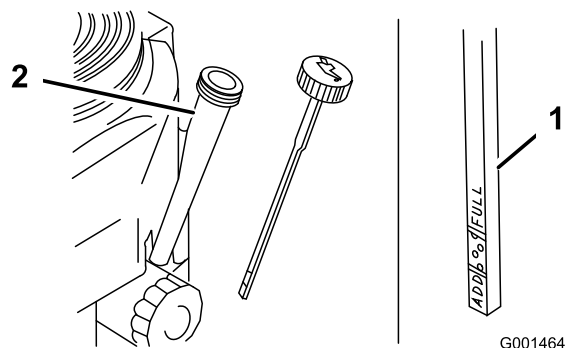

Figure 23
- Retirez la jauge d'huile et essuyez soigneusement son extrémité (Figure 23).
- Remettez la jauge au fond du tube de remplissage, mais sans la visser (Figure 23).
- Nettoyez la surface autour de la jauge d'huile (Figure 23) pour éviter que des impuretés ne s'introduisent dans le goulot de remplissage, ce qui risquerait d'endommager le moteur.
8. Versez avec précaution environ 80% de la quantité d'huile spécifiée dans le goulot de remplissage (Figure 23).